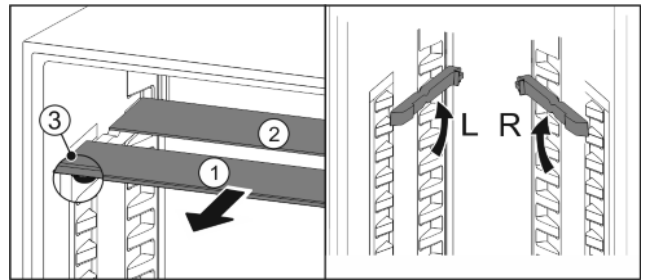

Fig. 22
- ▶ Tõmmake Fig. 22 (1) klaasplaadid üksikult ettepoole välja.
- ▷ Klaasplaat Fig. 22 (1) koos väljatõmbepiduritega asub ees.
- ▷ Pidurid on suunatud allapoole Fig. 22 (3).